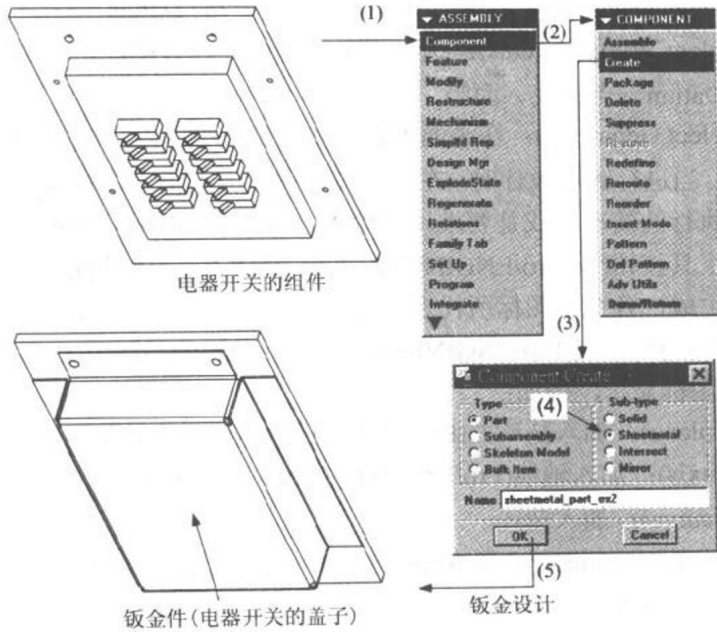

图 1.4
- 在 ASSEMBLY(装配)模块中建构钣金件为新零件, 如图 1.4 所示。